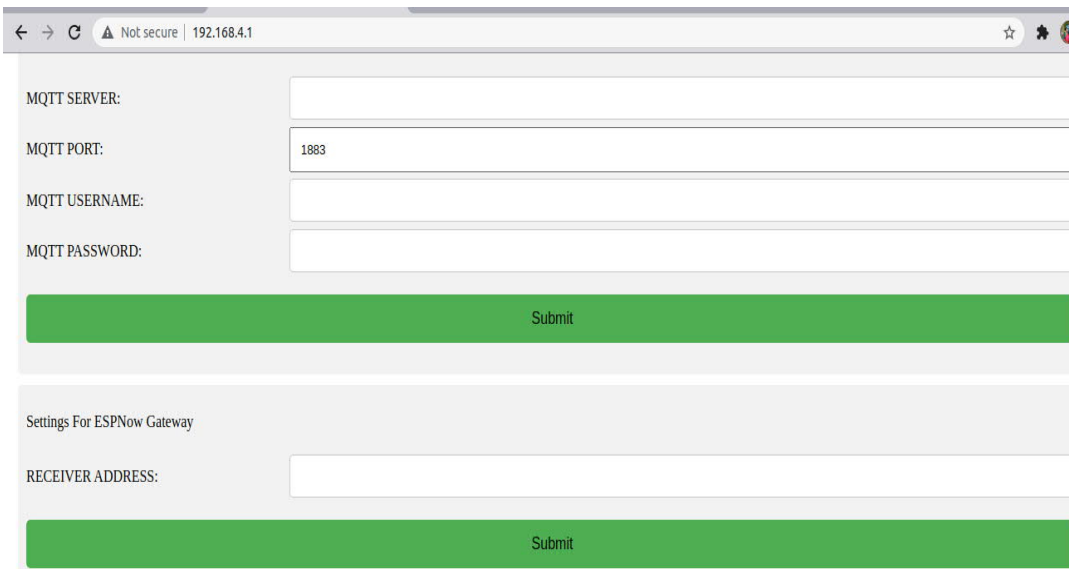

Figure 4.17
- 4.7.12.9. **Step 5:** Select Submit; See Figure 4.17